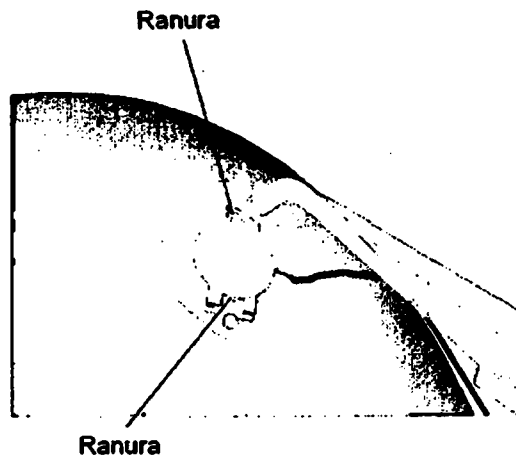

Figura 8. Inserte el brazo de leva de la herramienta de inserción en cada ranura y aplique presión hacia arriba.
2. Inserte el brazo de leva de la herramienta de inserción (o un instrumento similar) en la ranura situada a cada lado del botón. Aplique una suave presión hacia arriba hasta que el botón se desacople de la base (Figura 8). Al mismo tiempo, utilice la otra mano para evitar una liberación repentina del botón al ser desacoplado de la base. Sujete el botón una vez que esté totalmente desacoplado y déjelo a un lado para desecharlo.